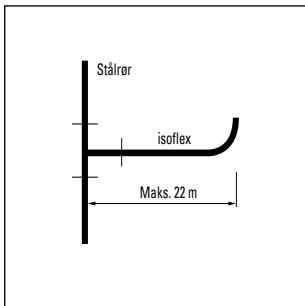

fig. 1
- Ved tilkobling til lige afgreninger skal længden på isoflex røret begrænses i henhold til fig. 1.